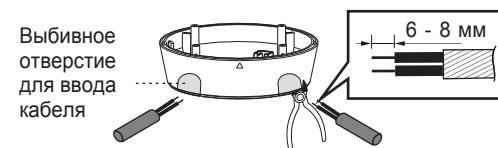

Рис. 18
3.3.4.2 Чтобы пропустить кабели питания через боковую сторону распределительной коробки для поверхностного монтажа, с помощью кусачек пробейте выбивные отверстия для ввода кабеля с боковой стороны, а затем вставьте кабели в распределительную коробку и пропустите через нее. Зачистите изоляцию кабеля на 6–8 мм для подключения (см. рис. 18).